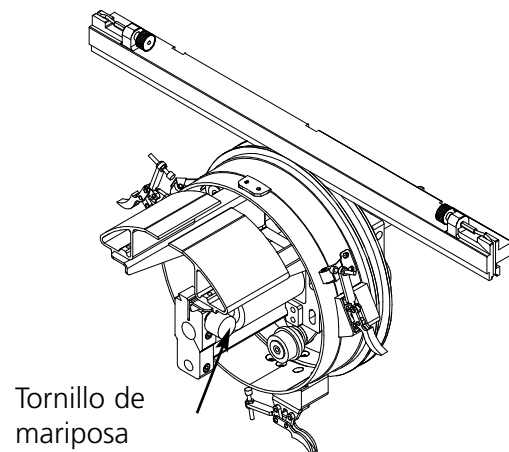

Figura 3-14
6. Aflojen Vds. el tornillo de mariposa de la brida en cola de milano macho que se encuentra al dispositivo de accionamiento del bastidor para gorras (Figura 3-14).